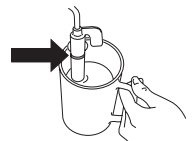

Figure 20
9. Veillez à ne pas plonger le mousse-lait au-dessus de sa ligne de repère (indiquée par la flèche dans la figure 20). Tournez le cadran de commande de la vapeur d'un demi-tour dans le sens inverse des aiguilles d'une montre jusqu'à ce qu'il s'arrête (Figure 7). Faites attention, la vapeur est bouillante!